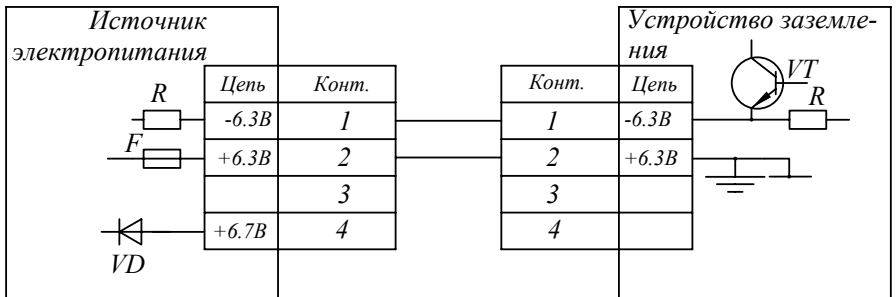

Рис. 2
7.4 Схема электрического подсоединения УЗА показана на рис. 2.